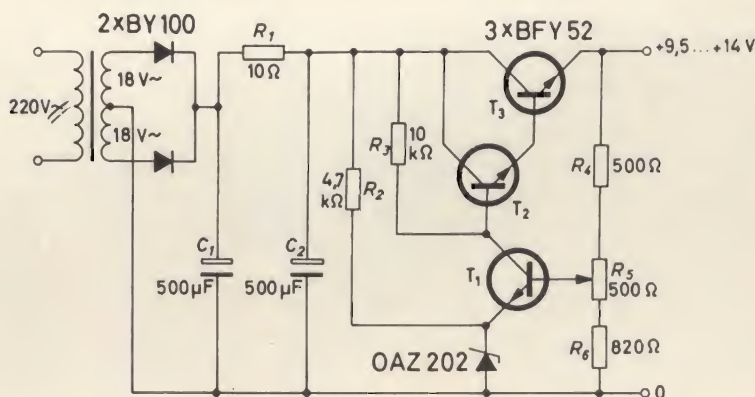

Fig. 1 - Schema elettrico dell'alimentatore stabilizzato capace di dare una tensione di uscita compresa tra 9,5 e 14 V.
**I**n fig. 1 è riportato il primo dei tre alimentatori stabilizzati. Il suo funzionamento è in tutto convenzionale. La tensione continua di ingresso dello alimentatore è fornita da un convenzionale circuito raddrizzatore di due semionde. Segue un filtro a  $\pi$  formato da  $C_1$ ,  $R_1$  e  $C_2$ . La tensione di riferimento che deve essere presente sull'emettitore di  $T_1$  viene fornita dal diodo zener OAZ 202 alimentato dal resistore  $R_2$ . Il valore di questa tensione di riferimento è  $+5,6$  V.
In definitiva, quindi, la tensione emettitore-base del transistor  $T_1$  risulterà direttamente proporzionale alle variazioni della tensione di uscita dell'alimentatore. Ma il transistor  $T_1$ , come risulta evidente dallo schema di fig. 1, è in grado di pilotare i transistori  $T_2$  e  $T_3$  collegati in cascata.
Fig. 2 - Schema elettrico di una versione migliorata dell'alimentatore stabilizzato di fig. 1. La variante consiste nell'aver sostituito il transistor  $T_1$  di fig. 1 con un amplificatore differenziale.
Alimentatore di fig. 1	$\leq 5\%$
Nell'alimentatore di fig. 1	2%